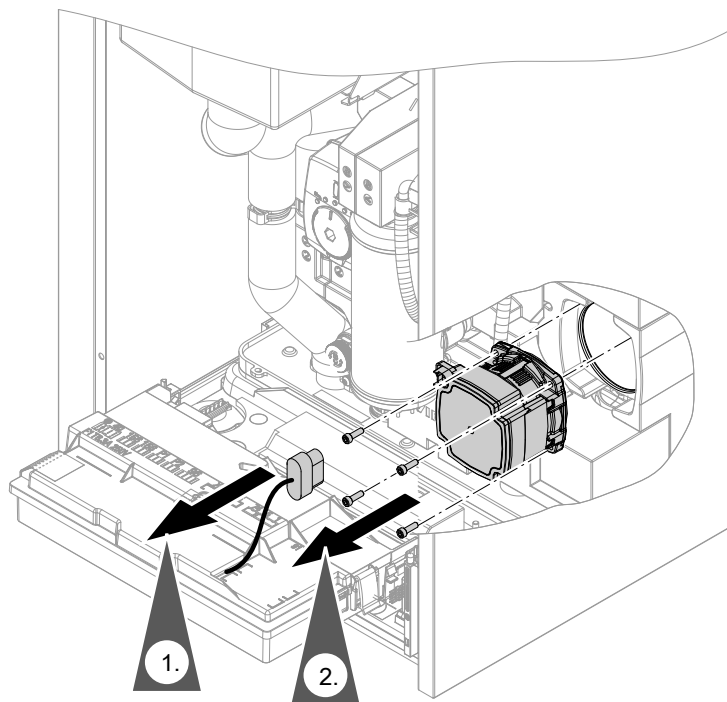

Fig. 82
- Conector pompe de circulație: consultați fig. 82.